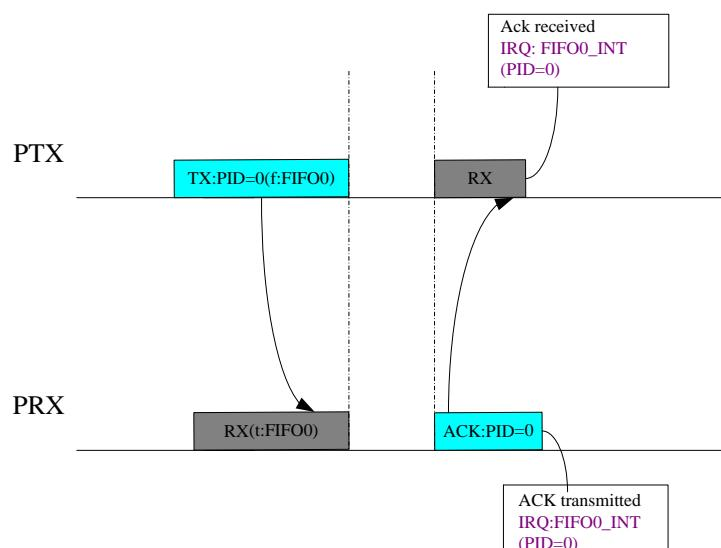

图 10-7 ACK 使能正常通讯中断示意图
- ◆ 当 PTX 与 PRX 同时使能当前通信 PIPE 的 ACK 功能后 ($Pn_EN = '1'$ 并且 $Pn_ACKEN = '1'$)。PRX 在正确接收一帧数据后由 RX 模式自动切换为 TX 模式发送 ACK 帧，并在完成 ACK 帧发送后置起 FIFO0_INT (0x11) 中断标志位（详见图 10-7）。PTX 在一帧数据发送完成后由 TX 模式自动切换为 RX 模式等待接收 ACK 帧，并在成功接收到 ACK 帧后置起 FIFO0_INT 中断标志位（详见图 10-7）。
ACK 使能情况下($Pn_ACKEN=1$), PTX 在成功接收 ACK 后, 中断标志位 FIFO0_INT 将置'1'。若 PRX 成功接收数据包(PHR 与 PSDU 正确), 在回复 ACK 后中断标志位 FIFO0_INT 将置'1', 如图 10-7 所示。